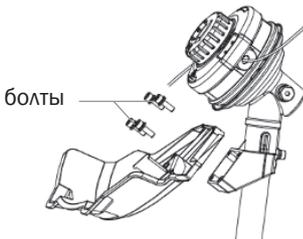

Рис. 7
2. Поднимите головку триммера и поверните ее вверх. Выровняйте ЧЕТЫРЕ отверстия для монтажа в крышке с четырьмя отверстиями в основании стержня. Убедитесь, что внутренняя поверхность крышки направлена к головке триммера (Рис. 7).